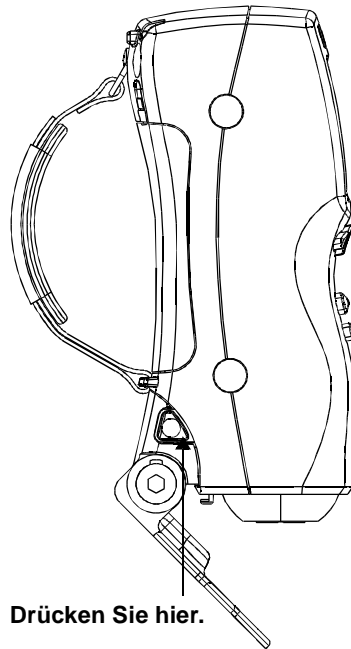

Abb. 1-9 Entfernen des Positionierfußes
1. Lösen Sie die Sperre des Positionierfußes. Schieben Sie die Sperre ganz nach links. Die Positionierhilfe läßt sich nun aufklappen. Siehe Abb. 1-9.